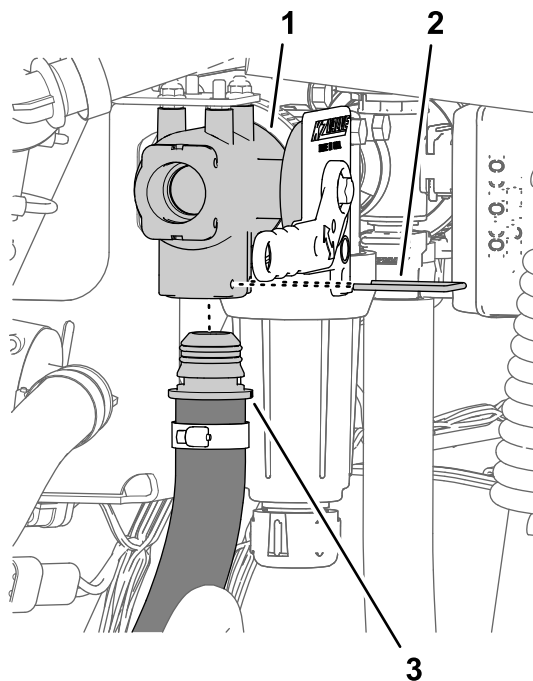

Figure 11
3. Alignez le raccord droit cannelé du flexible de pression et l'orifice inférieur de la vanne de mélange, puis insérez le raccord droit jusqu'à ce qu'il soit parfaitement engagé (Figure 11).